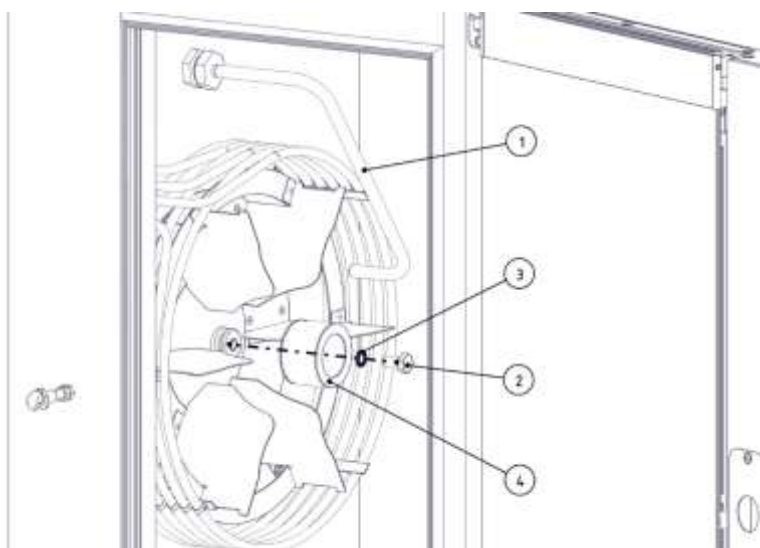

Рис. 21 – Демонтаж крыльчатки
2. Отвернуть болт М10 (поз.2, рис.21) вместе с шайбой (поз.3, рис. 21) и барабаном (поз.4, рис. 21), на оси крыльчатки;